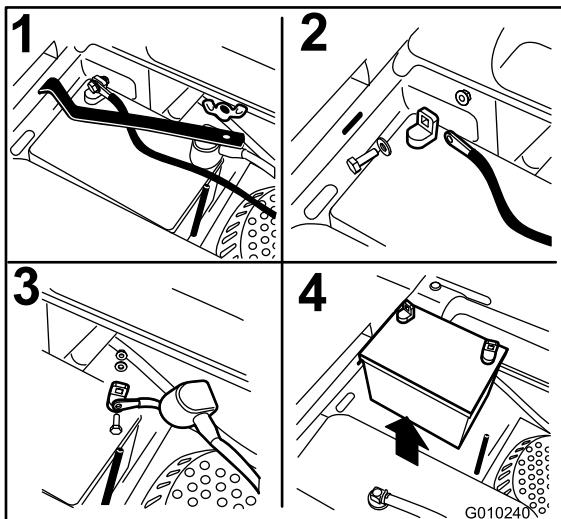

Figura 46
3. Retire la tuerca de orejeta que sujeta la abrazadera de la batería (Figura 46).
4. Retire la abrazadera (Figura 46).
6. Retire la cubierta de goma roja del borne positivo (rojo) de la batería y retire el cable positivo (+) (rojo) (Figura 46).
1. Coloque la batería en la bandeja con los bornes en el lado opuesto del depósito de combustible (Figura 46).
4. Fije los cables con 2 pernos, 2 arandelas, y 2 contratuerca (Figura 46).
6. Instale la abrazadera y sujétela con la tuerca de orejeta (Figura 46).